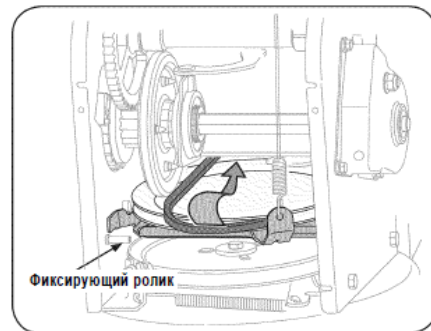

Рис. 33
6. Выверните стопорный болт для увеличения зазора между фрикционным колесом и диском фрикционного колеса См. Рис. 33.
7. Снимите приводной ремень со шкива, пропустив его между фрикционным колесом и диском фрикционного колеса См. Рис. 33.